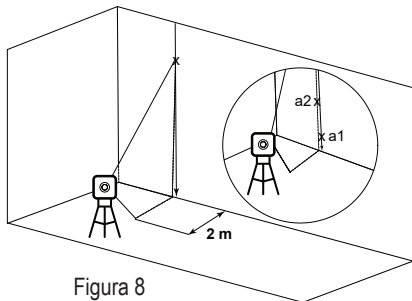

Figura 8
- 6) Marcați punctul **a2** pe perete, în mijlocul liniei verticale, la aceeași înălțime cu **a1**. (vezi Figura 8).